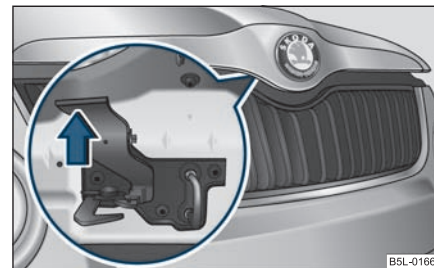

Fig. 205 Grilajul radiatorului: Mânerul de siguranță
- Trageți mânerul de siguranță ⇒ pagina 219, fig. 205 și capota motorului se deblochează.